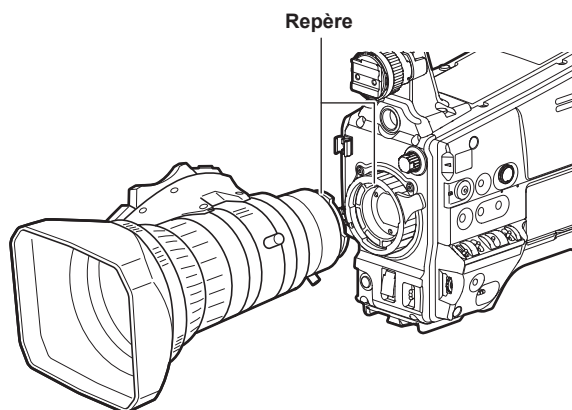

Fig. 2
- 2** Pour monter l'objectif, alignez les rainures du centre de la partie supérieure de la monture d'objectif avec le repère central de l'objectif. (Fig. 2)